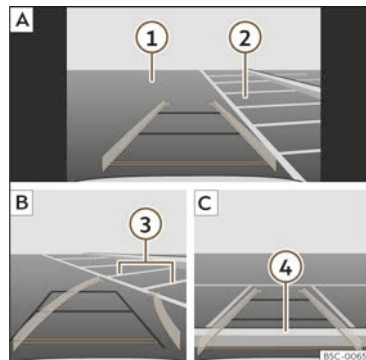

Abb. 163 Anzeige auf dem Bildschirm des Infotainment-Systems: Einparken mit dem Rückfahrasistenten.
Legende zur >>> (Abb. 163):
- Bringen Sie das Fahrzeug vor die Parklücke >>> (Abb. 163)  .